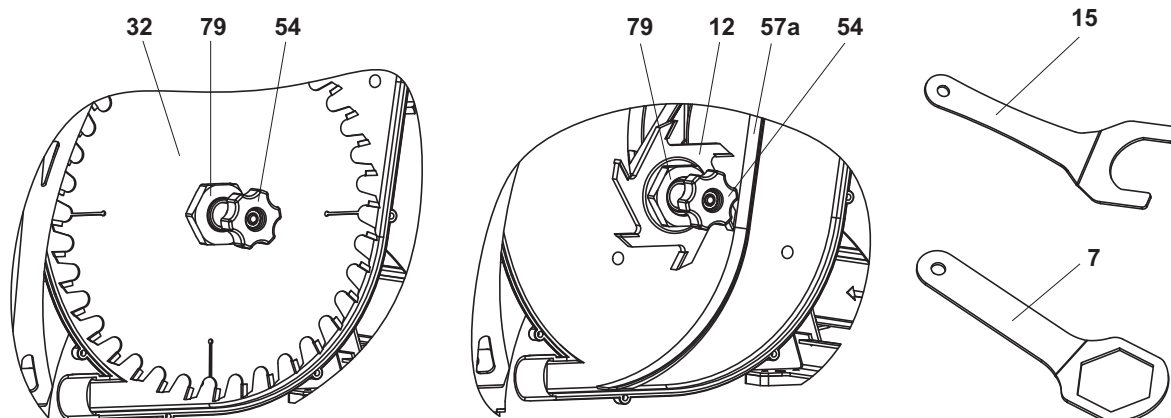

Рис. 32
- С помощью кольцевого гаечного ключа 7 расфиксировать резьбовое соединение зажимной гайки 79 и фланца пильного диска 32/фрезы 12 (рис. 32).